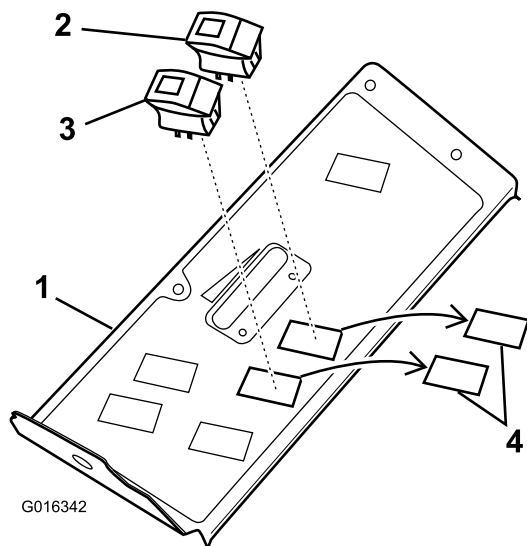

Figura 2
2. Individuate e togliete i 2 tappi più vicini alla parte anteriore della macchina, sotto l'adesivo (Figura 2).
3. Inserite l'interruttore generale di illuminazione e l'interruttore delle luci di emergenza, come illustrato in Figura 2.